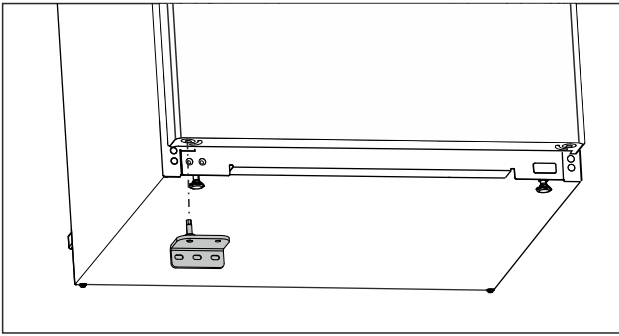

Fig. 20
- ▶ Įstatykite apatinę atraminę gembę priešingoje pusėje. (žr. Fig. 20)